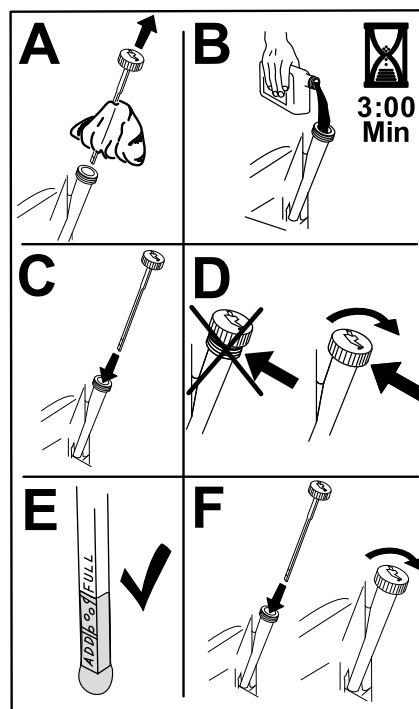

Figure 34
6. Versez lentement environ 80 % de l'huile spécifiée dans le tube de remplissage, puis faites l'appoint lentement jusqu'à ce que le niveau atteigne le repère maximum (Full) (Figure 34).